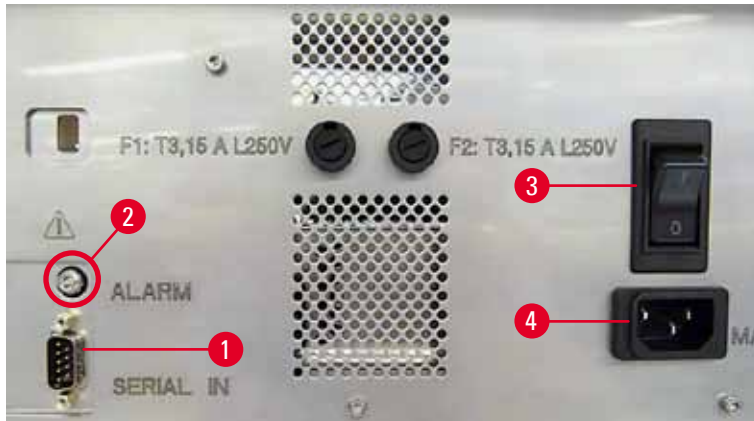

Abb. 27
- ① Die elektrischen Anschlüsse befinden sich an der Rückseite des Geräts (→ "Abb. 27").